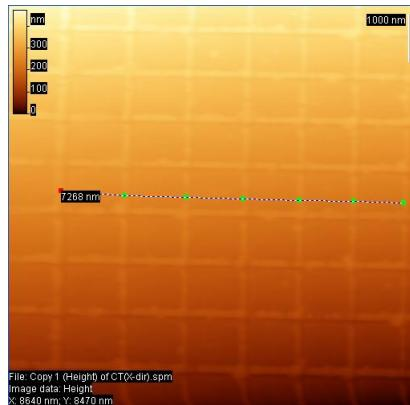

Рис. 3.44. Отсканированное изображение с отмеченными точками.
- На полученном изображении калибровочного образца последовательно с помощью ломаной отмечаются узловые точки с известным расстоянием друг от друга (для удобства построения кривой можно отметить опцию Курсор/ Snap to Maximum) (рис. 3.44)